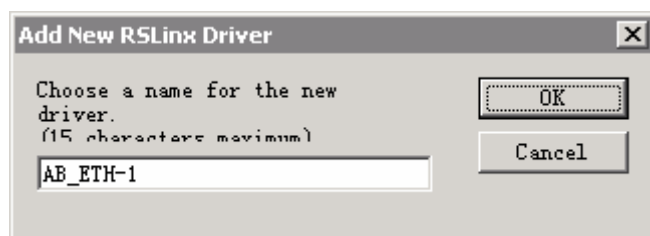

图 3-13 命名驱动
5. 单击 Add New 按钮，将弹出如图 3-13 所示窗口。